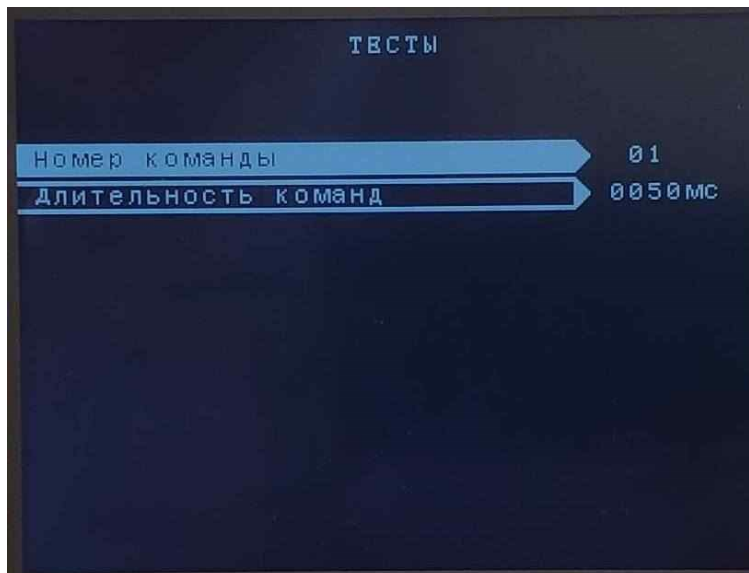

Рисунок 25 – Підрозділ «Формування команд в імп. режимі»
**3.4. «Формування команд в імпульсному режимі»** - підрозділ призначений для тестового формування імпульсних аварійних команд, а також виводу рівня сигналу на виході (див. рисунок 25).